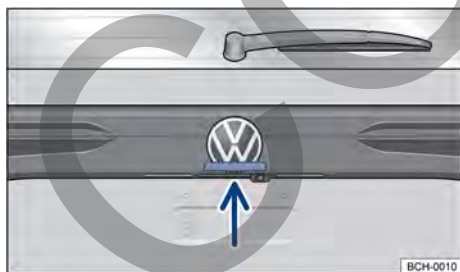

Fig. 56 En la tapa trasera: botón para abrir la tapa trasera.
- Para abrir el portón trasero presionar la tecla → **fig. 56** y levantar el portón trasero.